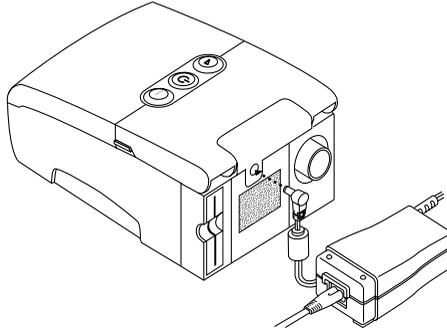

FIGURE 3-6 CONNEXION DU CORDON DU BLOC D'ALIMENTATION À L'APPAREIL
3. Branchez le connecteur du cordon du bloc d'alimentation dans la prise d'alimentation située à l'arrière de l'appareil, comme l'illustre la Figure 3-6.